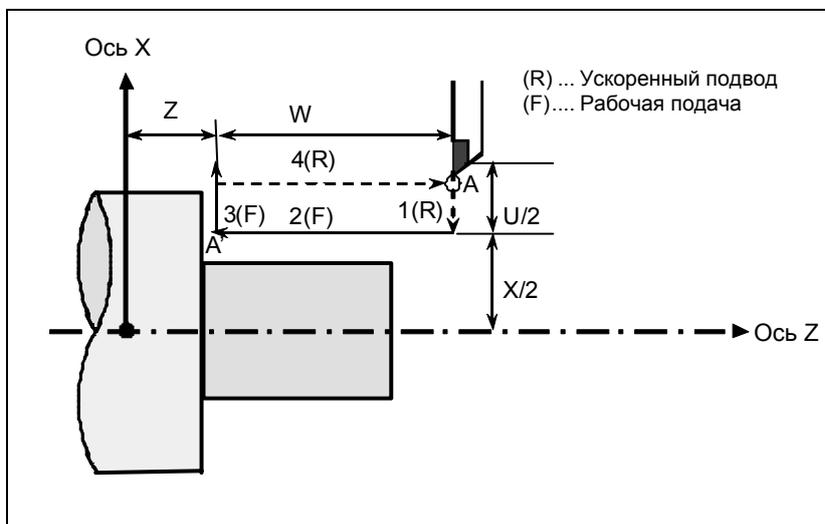

Рис. 6.3.1.1 (а) Цикл цилиндрического резания
- X_,Z_ : Координаты конечной точки обработки (точка A' на Рис. 6.3.1.1 (а)) в направлении длины
U_,W_ : Расстояние перемещения до конечной точки обработки (точка A' на Рис. 6.3.1.1 (а)) в направлении длины